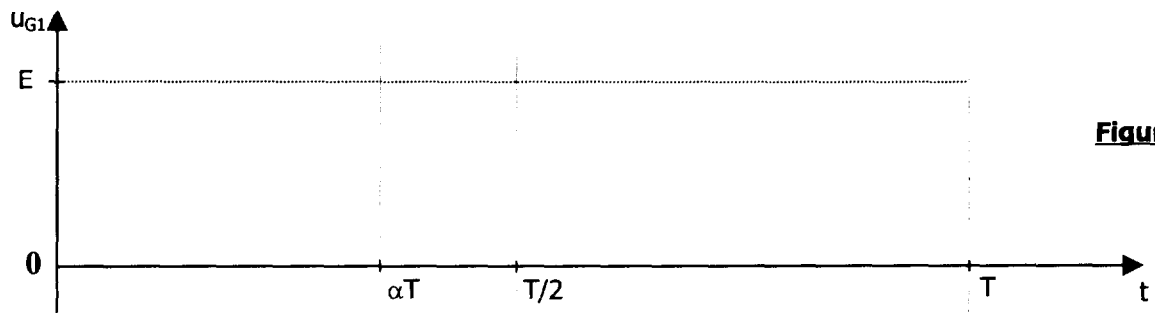

Figure 12
- C1.4- Tracer u_{G1} sur le document réponse 2, figure 12. En déduire sa valeur moyenne \bar{u}_{G1} en fonction de α et de E .